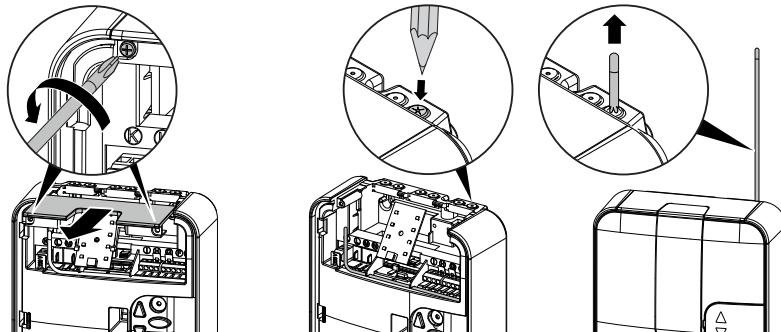

Fig. 4-5 Tilslutning af antennen
2. Kontrollér, at antennen er korrekt placeret (fig. 4-5, side 125).